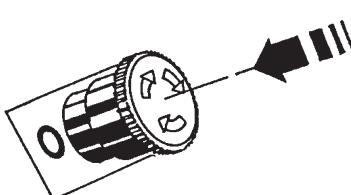

Рисунок 11
- Нажата красная кнопка экстренной аварийной остановки (рисунок 11)